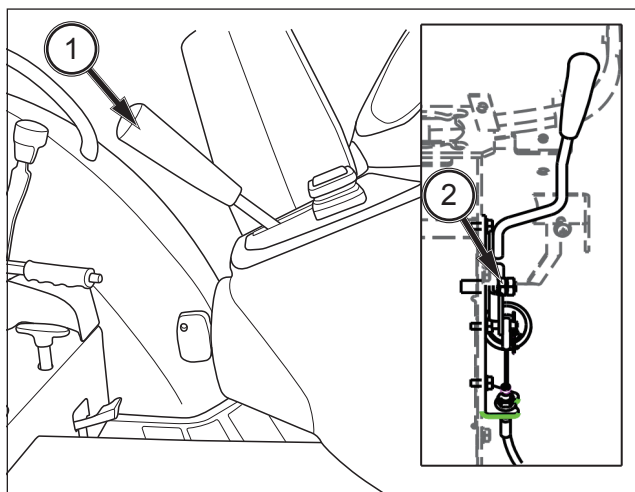

FIG. 129
FIG. 129 : le levier d'accélération (1) doit rester dans la position sélectionnée par le conducteur. Au fur et à mesure d'une utilisation normale, la friction contre le levier peut diminuer et celui-ci peut quitter la position sélectionnée. Tournez l'écrou de réglage (2) si nécessaire pour maintenir le levier d'accélération sur la position choisie.